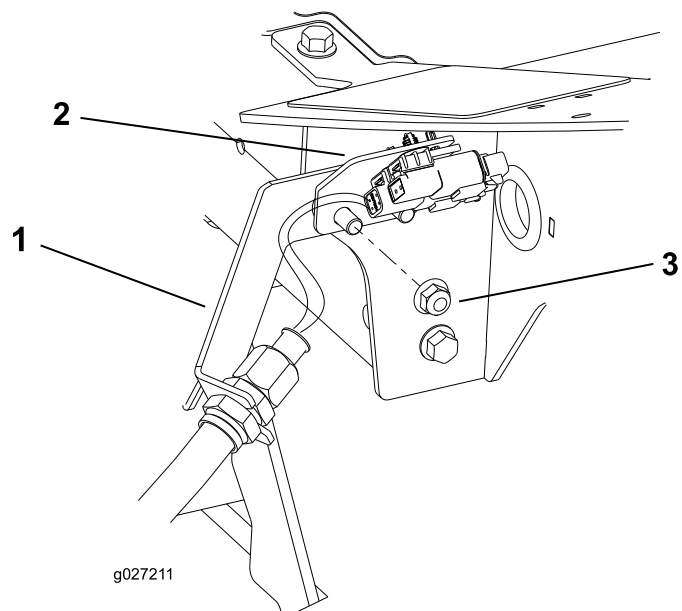

Figur 2
6. Upprepa proceduren på de kvarvarande (4) platserna på motorväggen i enlighet med Figur 2 till Figur 5.